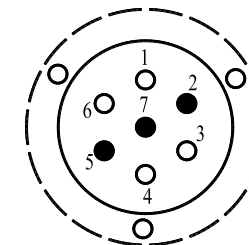

Рис.2 Вид колодки ШРа спереди.
4.5. Подсоединить провода ШРа ТСУ к электропроводке автомобиля в соответствии с прилагаемой схемой (рис.2).